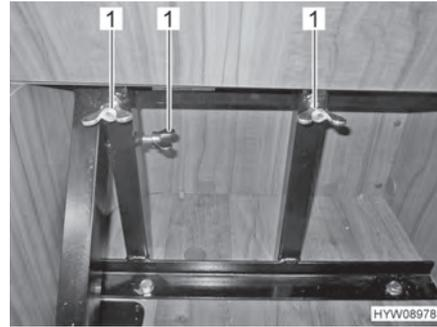

Fig. 18 Bloquer le siège emboîtable avec des écrous à oreilles
- Bloquer le siège emboîtable avec des écrous à oreilles (Fig. 18,1).